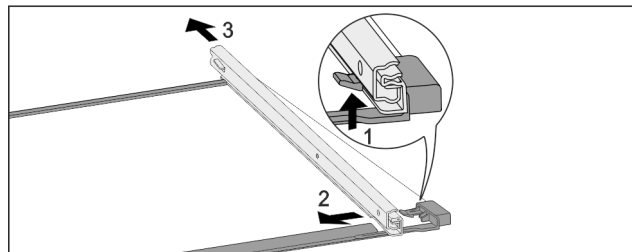

Fig. 157 Ripiano in vetro con guide
- Premere il gancio di fermo anteriore verso l'alto. Fig. 157 (1)
- Far scorrere la guida estraibile di lato Fig. 157 (2) e verso il lato posteriore Fig. 157 (3).